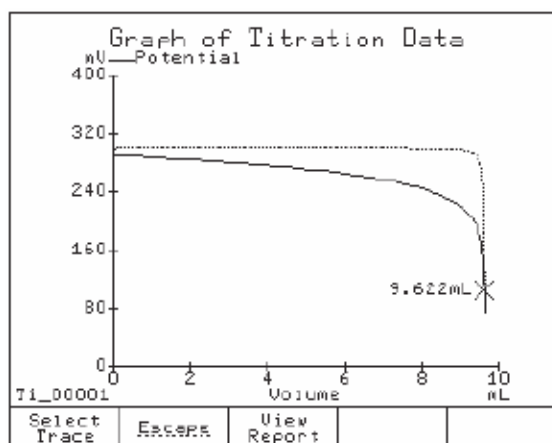

Figura 2
- Punto final de equivalencia (mV)* – La curva de mV y la derivada seleccionada son graficadas contra el Volumen Ver la (Figura 2)